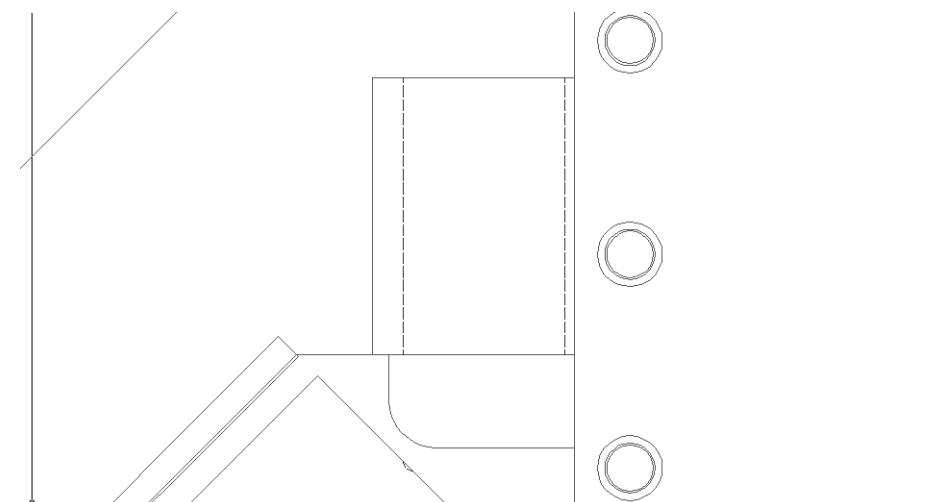

Рис. 6.26 ▼ На слое СБлок П должны остаться две вертикальные линии и левая дуга
8. Обрежьте все линии контура системного блока, оставив на чертеже лишь те фрагменты, которые представляют границы контура, находящиеся под крышкой тумбы системного блока и клавиатурой (рис. 6.26). Часть объектов можно просто удалить, а часть нужно обрезать, используя две горизонтальные линии контура крышки системного блока в качестве сущих.